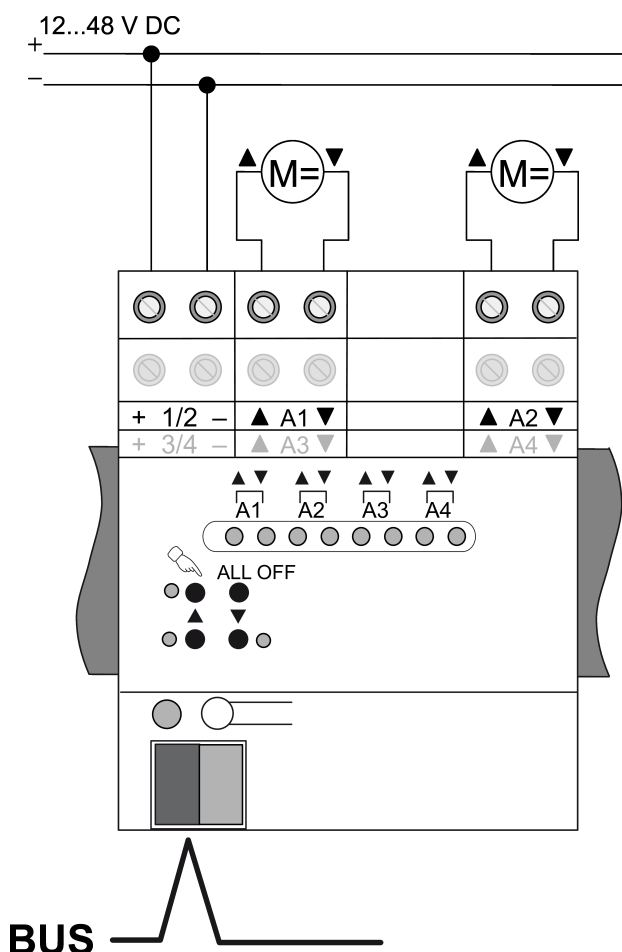
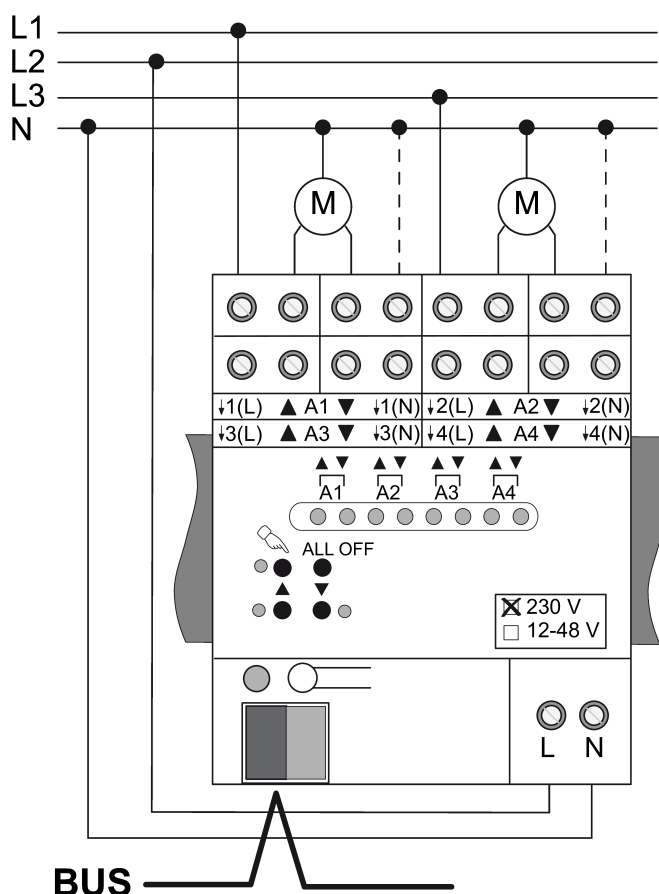

Figura 3: Esempio di collegamento attuatore veneziana DC
Figura 4: Collegamento bus e alimentazione della tensione di rete
- Collegare il cavo bus con il morsetto di collegamento KNX con la polarità corretta (Vedi figura 3), (Vedi figura 4).
- Collegare la tensione di alimentazione ai morsetti 1/2 o 3/4 (Vedi figura 3).
- Collegare i motori ai morsetti di carico A1 ... A4 (Vedi figura 3).
- Collegare l'alimentazione di rete (Vedi figura 4).